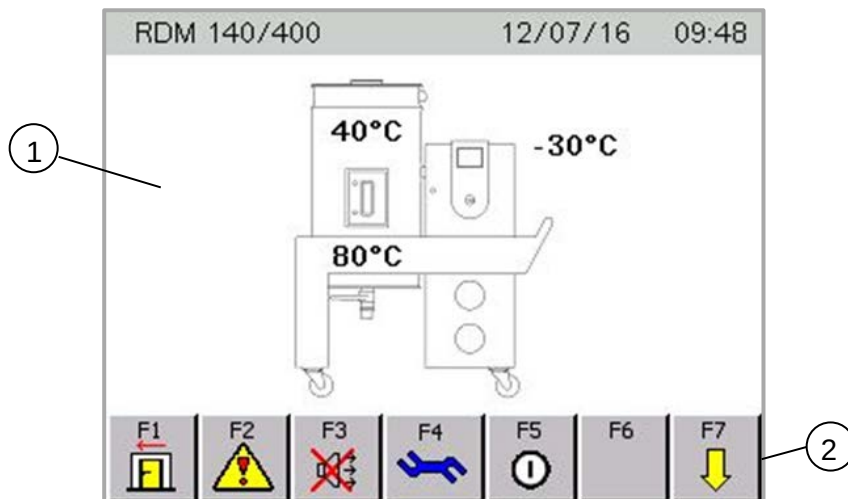

Abb.28 Structure de l'interface utilisateur
- La touche F3 des autres interfaces utilisateur (voir par ex. Abb.28) peut uniquement bloquer le signal du klaxon.
Pour arriver au niveau de commande 1, effleurer la touche F4 dans Abb.28 .